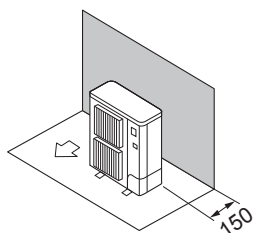

Fig. 2-3
- ① Solo ostacoli posteriori (Fig. 2-3)